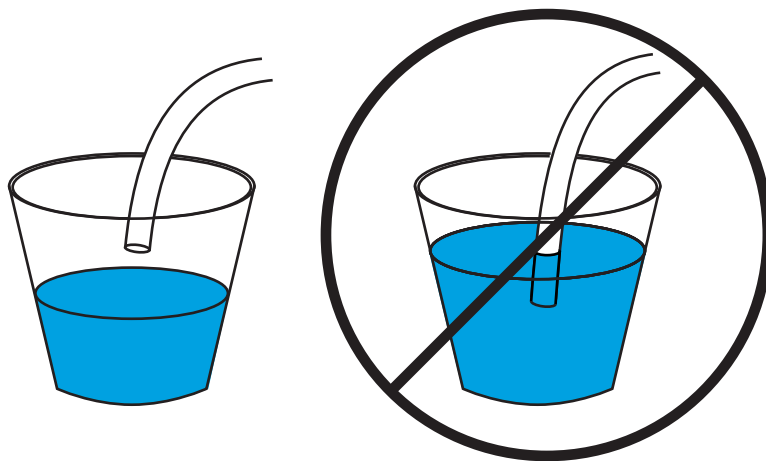

Figure 32 Tube de drainage bien installé (suspendu à gauche) et mal installé (immergé à droite)
- L'extrémité ouverte du tube n'est pas immergée dans le bac de drainage (voir Figure 32).